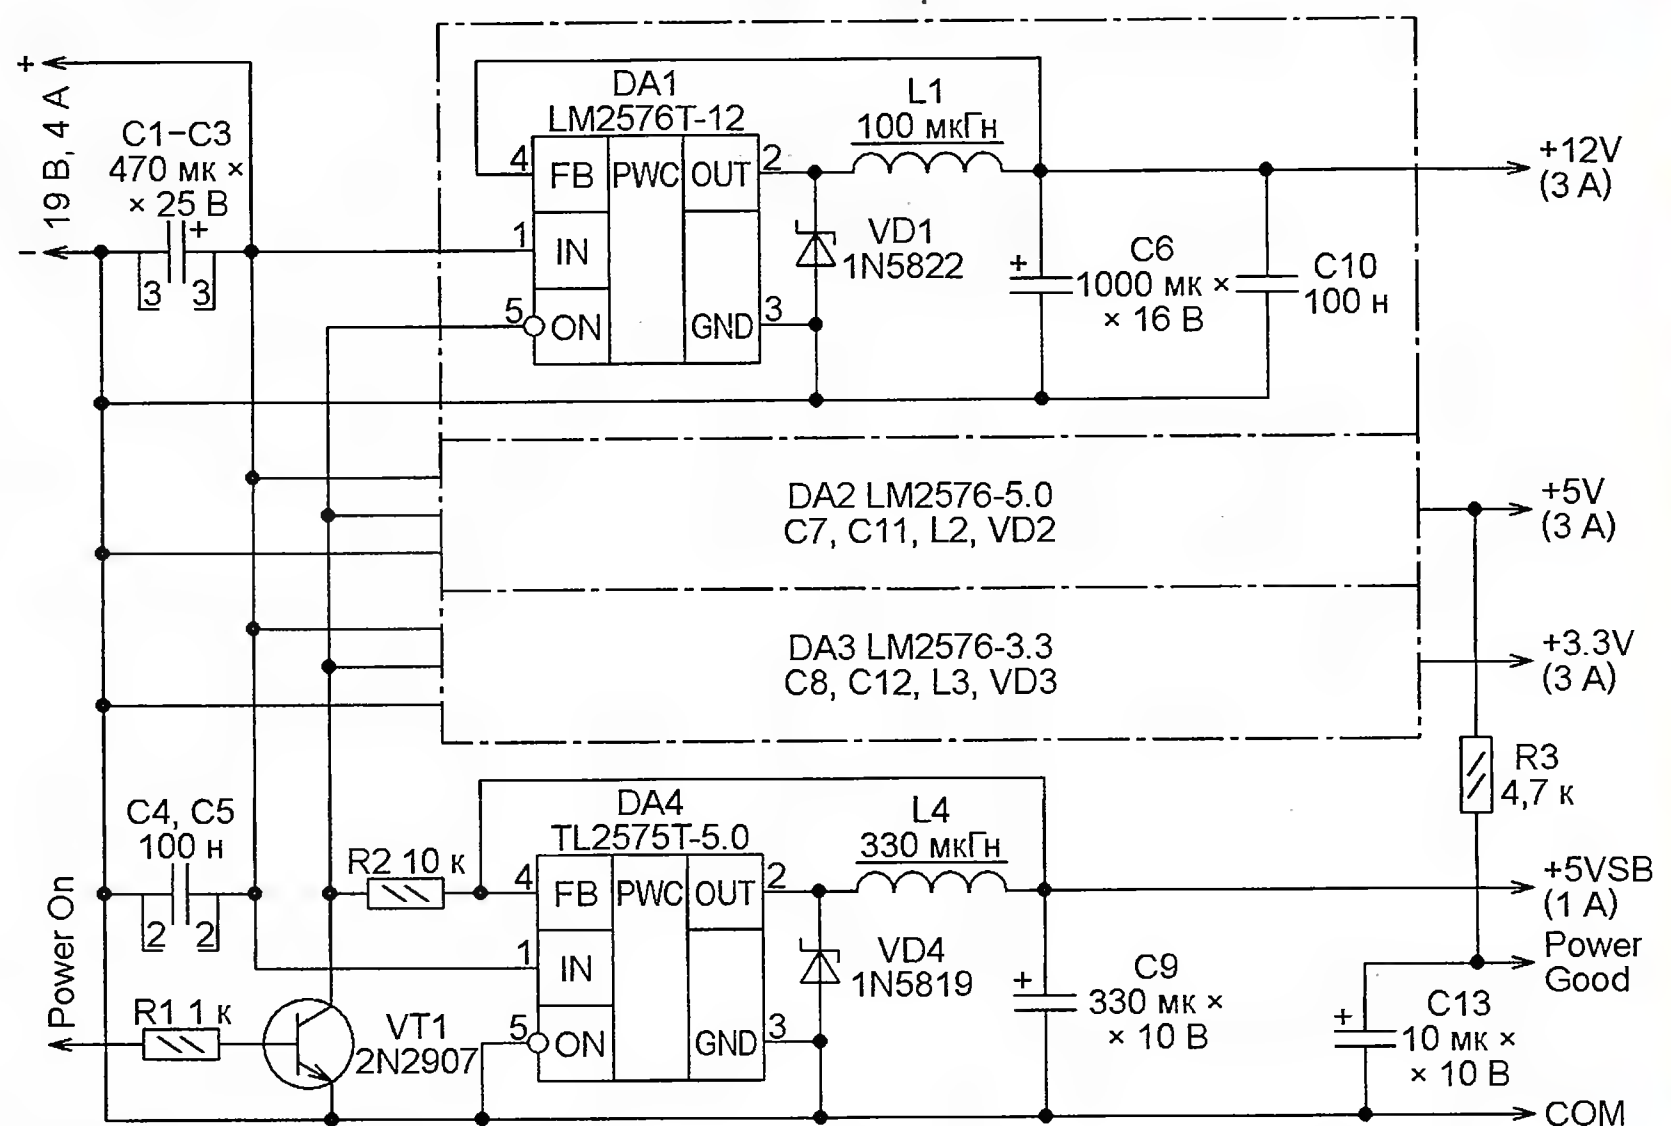

Рис. 10
**АТХ.** Автономные серверы, выполненные на базе компьютерных материнских плат, потребляют сравнительно небольшую (по сравнению с компьютерами) мощность, поэтому стандартный блок питания АТХ с шумящим вентилятором желательно заменить малогабаритным и менее мощным аналогом, не требующим принудительного охлаждения. На вход такого блока, схема которого изображена на рис. 10 (<http://mncostory.com/38>), подают постоянное напряжение 19 В от сетевого адаптера для ноутбука. Наименования выходных и управляющих цепей блока, указанные на схеме, совпадают с принятыми в компьютерах. Выходные напряжения 12, 5 и 3,3 В получают от импульсных повышающих стабилизированных преобразователей напряжения, выполненных соответственно на микросхемах LM2576T-12 (DA1), LM2576T-5.0 (DA2) и LM2676T-3.3 (DA3) по одинаковым схемам и отдающим в нагрузку ток до 3 А. Их можно включить или выключить